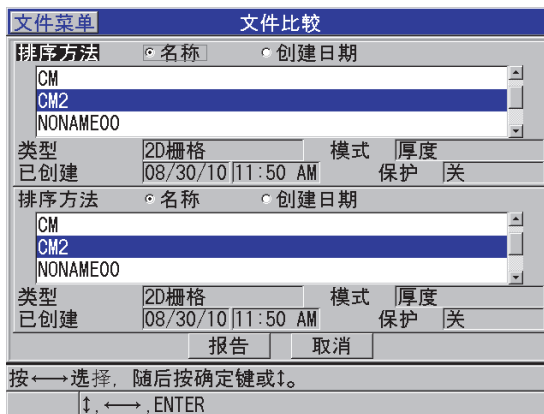

图 11-33 文件比较报告屏幕
6. 在**文件比较**屏幕中 (参见第 210 页的图 11-33):